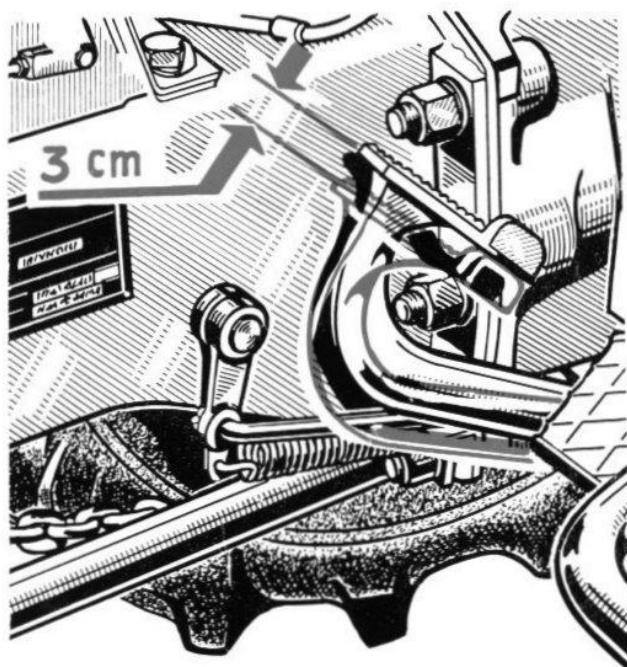

FIG. 90
- **LE RÉGLAGE DE L'EMBRAYAGE (fig. 90)**